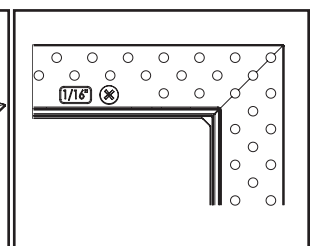

Figura 8.
2. Oriente la posición del marco perforado de modo que el indicador muestre la altura deseada del reborde. (Figura 8.)
3. Asegure el marco perforado al marco de montaje usando los (4) tornillos de conexión. No ajuste demasiado los tornillos de conexión.